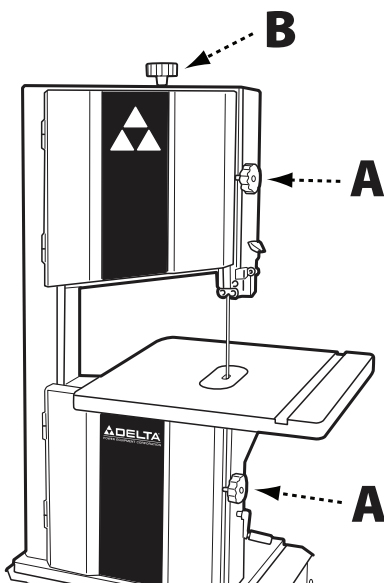
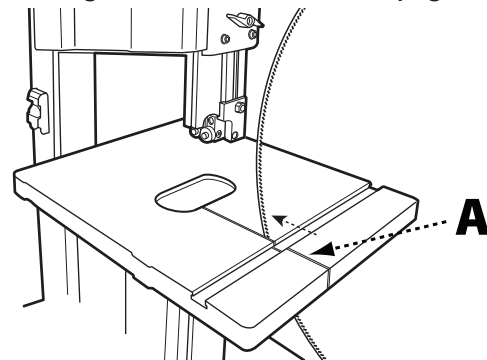
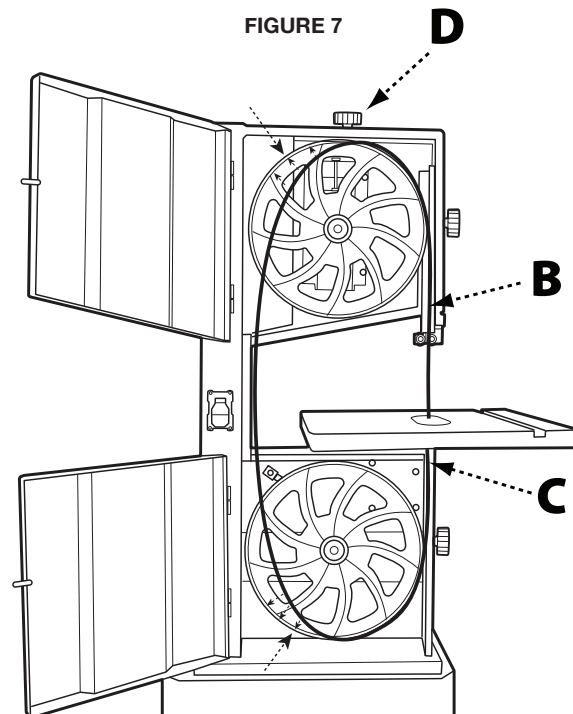

FIGURE 6
FIGURE 7
FIGURE 8
- Ouvrez les boîtiers supérieur et inférieur de la scie en tournant la poignée de verrouillage du boîtier (A) dans le sens des aiguilles d'une montre. Voir figure 6.
- Localisez la poignée de tension de lame (B) en haut de l'appareil et tournez-la de plusieurs tours dans le sens inverse des aiguilles d'une montre pour baisser le volant supérieur.
- Insérez avec soin la lame à travers la fente dans la table (A) en vous assurant que les dents de la lame sont orientées en bas vers la table. Voir Figure 7.
- Glissez avec soin la lame à travers la fente supérieure (B) et la fente inférieure (C) situées à droite du garde-roue.
- Enroulez la partie supérieure de la lame sur le roulement supérieur et la partie inférieure de la lame sur le roulement inférieur. Voir Figure 8. Si vous devez créer un mou supplémentaire, tournez la poignée de tension de la lame (D) dans le sens inverse des aiguilles d'une montre jusqu'à ce que la lame puisse être glissée sur les deux volants.
- Si la lame se plie de plus de 6,4 mm (1/4 po), augmentez la tension sur la lame en serrant la poignée de tension de la lame en haut de l'appareil (consultez B à la Figure 6, page 28).